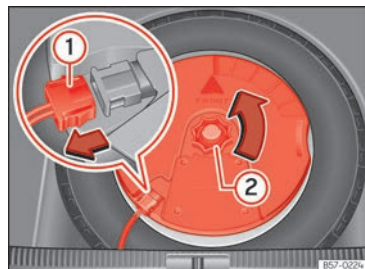

Abb. 221 Im Gepäckraum: Subwoofer ausbauen.
- Ziehen Sie das Subwoofer-Lautsprecherkabel heraus »» (Abb. 221) ①.
- Drehen Sie das Befestigungshandrad entgegen dem Uhrzeigersinn heraus »» (Abb. 221) ②.